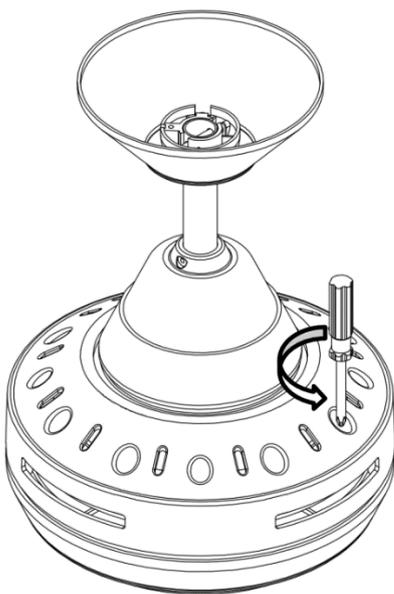

Fig. 5a
1. Rimuovere le 2 viti per pale dall'unità motore (Fig. 5a).